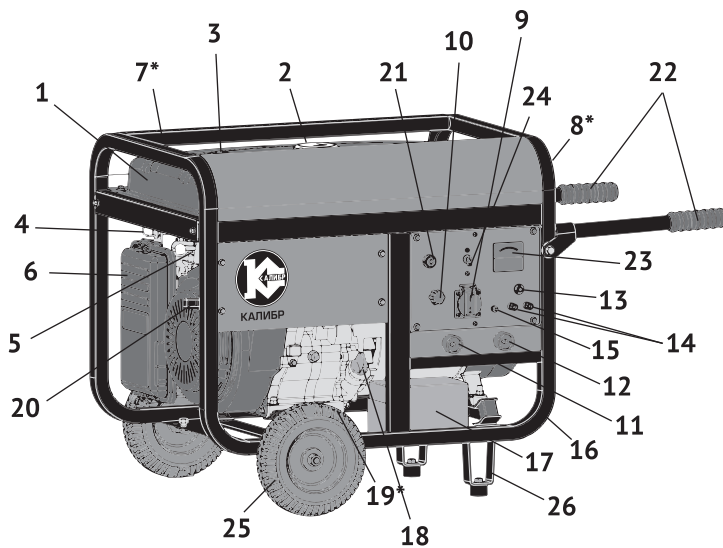
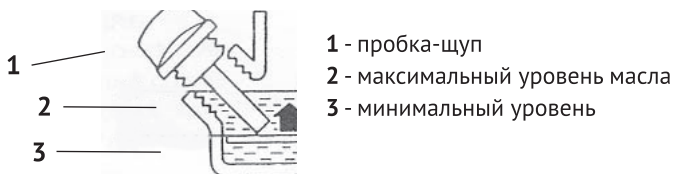

рис.1
рис.2
Коленчатый вал, приводимый во вращение возвратно-поступательными движениями поршня двигателя, передаёт крутящий момент на вал якоря генератора. Передача осуществляется через коническое сопряжение ротора генератора и вала двигателя. При этом образуется самоцентрирующаяся трёхопорная схема соединения. С обмоток статора генератора напряжение подводится: через систему стабилизации на розетку переменного тока: 220В (рис.1 поз.9) и через выпрямительный блок на клеммы постоянного тока (рис.1 поз.14).
2.4 Общий вид бензогенератора представлен на рис.1
3.2 Бензогенератор оснащён одноцилиндровым четырёхтактным двигателем внутреннего сгорания с верхним расположением клапанов и нижним расположением коленчатого вала. Верхнее расположение клапанов снижает теплонапряжённость двигателя. При этом достигается более высокая выходная мощность в меньшем рабочем объёме при эффективном сгорании топлива. Двигатель имеет карбюраторную систему питания. Смазка осуществляется разбрызгиванием масла в картере. Пуск двигателя осуществляется или ручным тросовым возвратным стартёром (рис.1 поз.20) или ключом замка зажигания (рис.1 поз.21) электрического стартера.
3.4 Двигатель и генератор закреплены на трубчатой раме (рис.1 поз.16) через амортизаторы, что снижает вибрацию аппарата и уменьшает уровень шума при работе. Все элементы бензогенератора имеют удобный доступ для обслуживания и ремонта.
**4.2.3 Обеспечение требований электробезопасности:** Эксплуатация бензогенератора должна производиться в строгом соответствии с требованиями «Правил техники электробезопасности при эксплуатации электроустановок». Электрическая сеть подключения потребителей относится к системе с изолированной нейтралью, предусматривающей защитное заземление открытых токопроводящих частей корпуса. В зависимости от местных условий (состав грунта, его влажность и т.п.) изменяется качество заземления. Во всех случаях защитное заземление должно иметь сопротивление не более 4-х Ом. Во время работы бензогенератора его клемма заземления (рис.1 поз.15) должна быть подсоединена к заземлителю. Практически это требование может быть реализовано следующими способами:
Выкрутите пробку-щуп (рис.1 поз.18) из маслозаливной горловины и залейте в картер масло необходимой марки до нижнего края горловины, как показано на рис.2. Вставьте сухой чистый щуп в горловину картера и выньте его. Проверьте уровень масла: граница смоченной области щупа должна располагаться между отметками минимального и максимального уровней.
Открутите крышку топливного бака (рис.1 поз.2). Заливайте бензин в топливный бак не более чем на 1см ниже уровня основания заливной горловины. Перед запуском двигателя тщательно протрите крышку бензобака, удалив возможные при заправке брызги топлива.
6.1.1 Отключить всех потребителей переменного и постоянного тока от генератора. Перевести автоматический выключатель (рис.1 поз.24) в положение «ВЫКЛ».
- перевести замок зажигания (рис.1 поз.21) в положение «ВКЛ»;